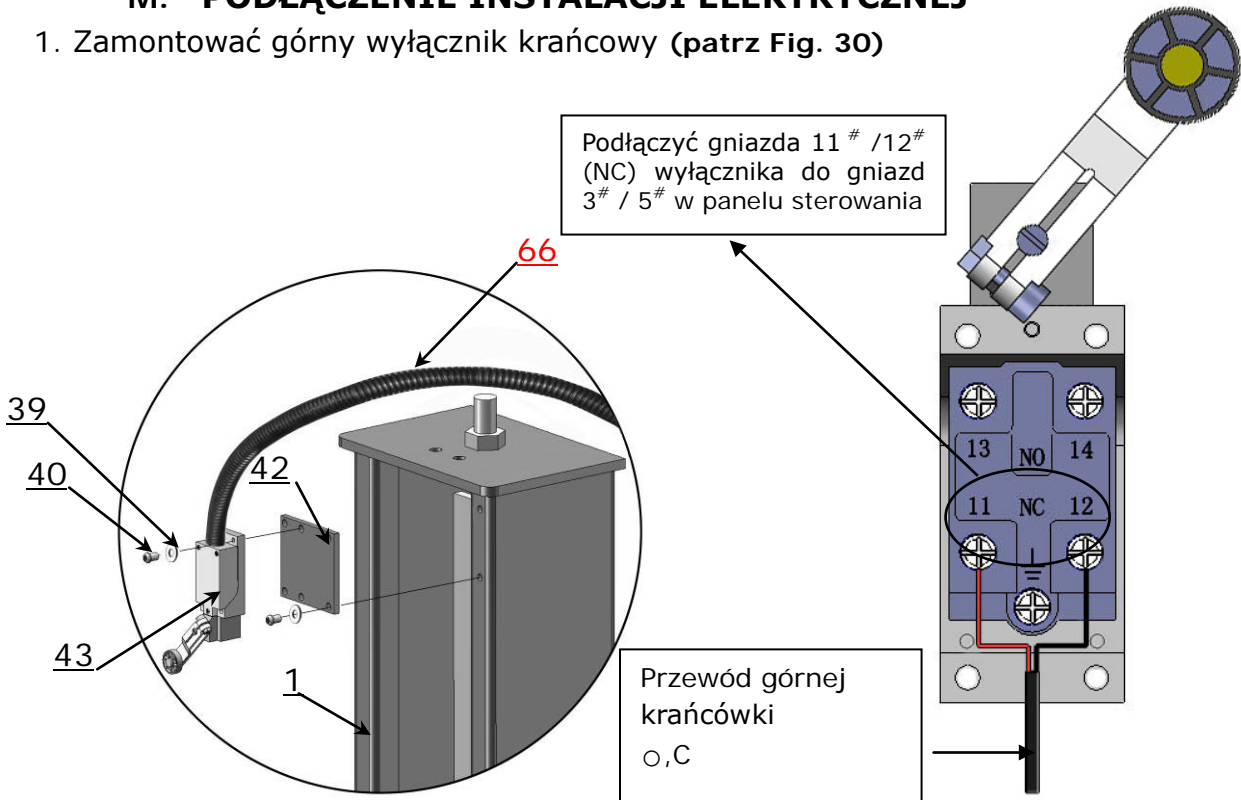

Fig. 30
1. Zamontować górny wyłącznik krańcowy (patrz Fig. 30)